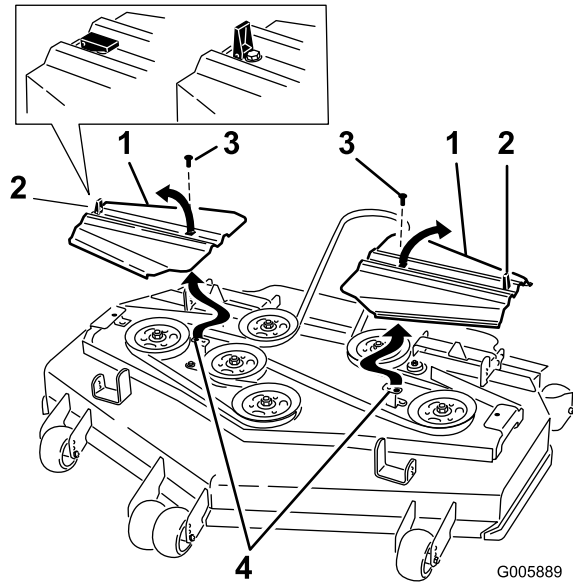

Bild 62
12. Setzen Sie die Riemenabdeckungen auf. Die Laschen sollten in den Schlitzen stecken. Setzen Sie die Schrauben und und schließen Sie die Laschen (Bild 62).